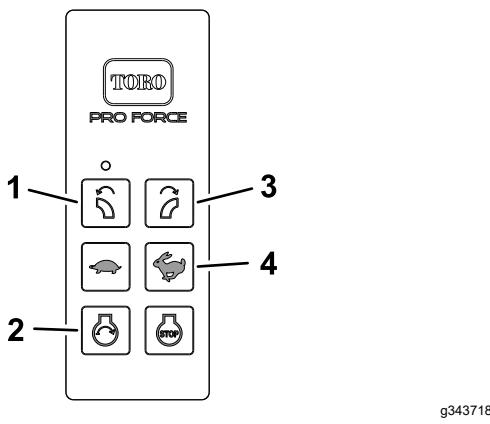

Figura 18
- Pressione o botão ARRANQUE (Figura 18) no comando remoto.